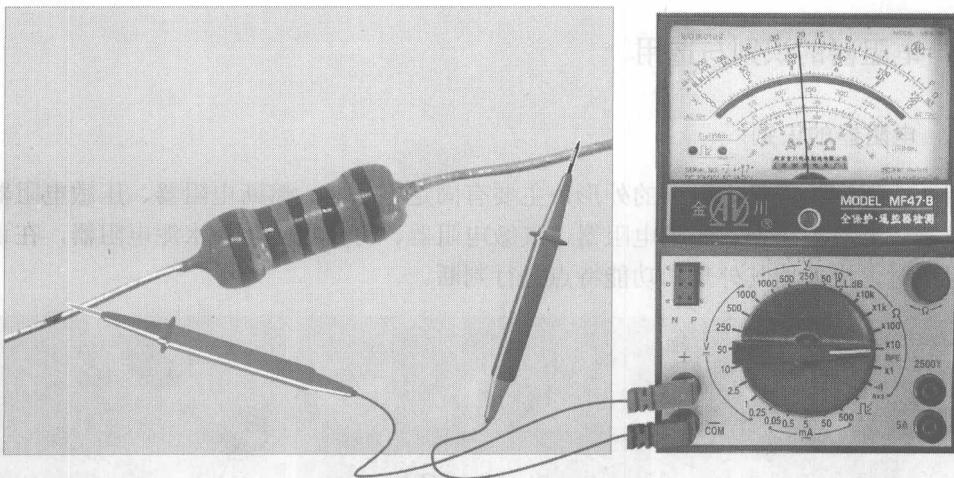

图 1-5 检测电阻器实际阻值示意图
(4) 将万用表的红、黑表笔分别搭在电阻器两端的引脚上，观察万用表指示的电阻值变化，如图 1-5 所示为检测电阻器实际阻值示意图，测出的正常阻值应为  $220 k\Omega$ 。
- ① 若电阻器自身的标称阻值与万用表测得阻值相等或十分接近，则该电阻器正常；
- ② 若两者之间出现较大偏差，则该电阻器不良；
- ③ 当万用表测得电阻值接近  $0 \Omega$ ，说明该电阻器内部短路。